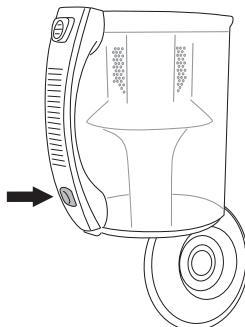

Figure 11
4. Ouvrez le clapet inférieur; pour ce faire, enfoncez le bouton dans la poignée (voir la figure 11).